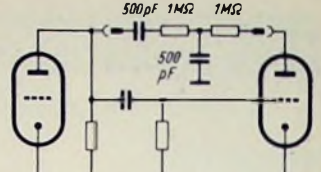

Bild 21. Höhenhebende Gegenkopplung
11. Bei der Gegenkopplungsschaltung Bild 21 werden hohe Töne vor dem Erreichen des Gitters durch den Kondensator nach Erde abgeleitet und daher nicht gegengekoppelt. Ergebnis: Höhenanhebung nach Kurve b, Bild 17. Es sind ebenfalls wieder Kurven mit verschiedenen Werten aufzunehmen.